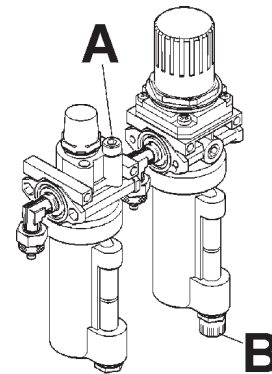

Fig. 6.0-3
**H.** Vider tous les jours le filtre de l'eau (Fig. 6.0-3)!! Faites ceci en tournant la décharge rapide 'B' et pressant vers le haut. L'eau sera déchargé automatiquement.